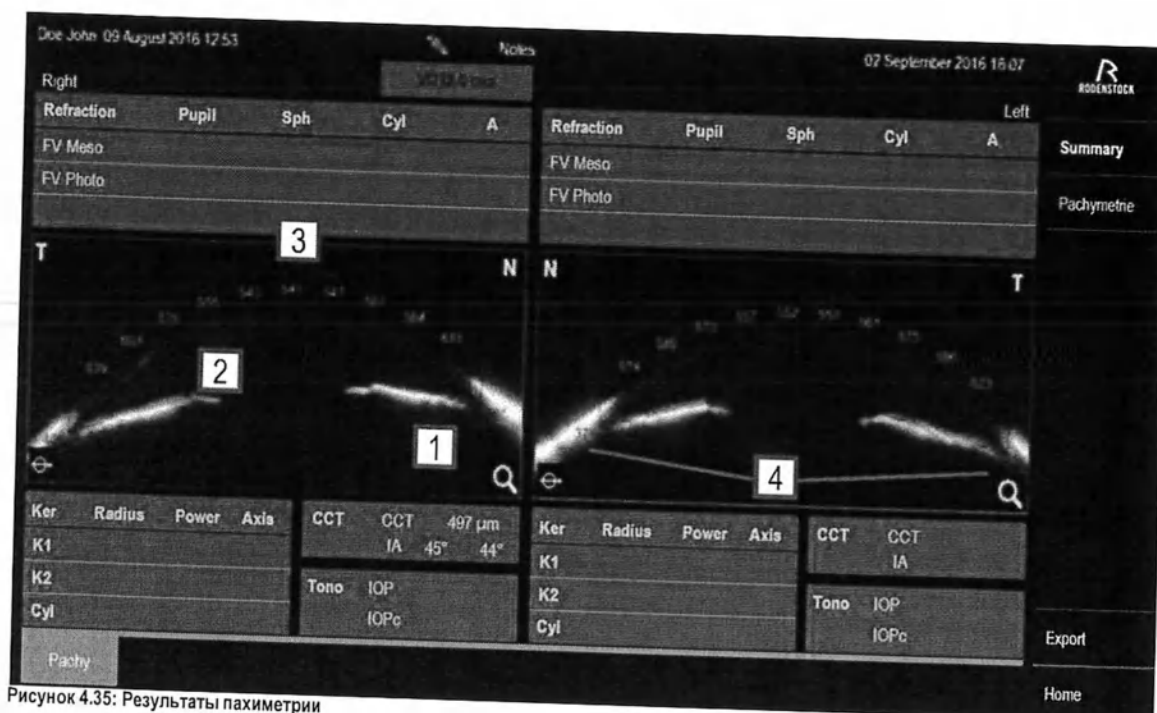

Рисунок 4.35: Результаты пахиметрии
Рисунок 4.35 появляется после выбора измерительного модуля "Пахиметрия". На экране результатов показаны поперечное сечение роговицы (1), глубина передней камеры (2), толщина роговицы (3) и угол передней камеры (4) для правого и левого глаза.